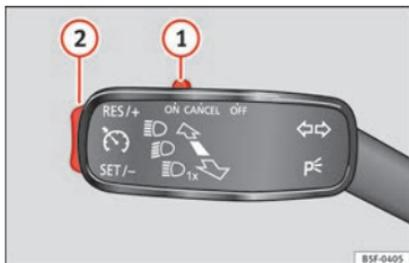

Fig. 182 Alavanca das luzes indicadoras de mudança de direção e dos máximos: comando e botão basculante para o regulador de velocidade.
• Desloque o comando » **Fig. 182** **1** para esquerda até à posição ON.
• Quando atingir a velocidade que se pretende memorizar, pressione brevemente a parte inferior do botão basculante SET/- » **Fig. 182** **A** uma vez.
• Pressione a parte superior do botão basculante RES/+ » **Fig. 182** **A** para aumentar a velocidade. Enquanto o botão basculante estiver a ser pressionado, o veículo é acelerado. Soltando o botão basculante, fica memorizada a nova velocidade.
• Pressione a parte inferior do botão basculante **SET-** » Fig. 182 ② para diminuir a velocidade. Enquanto o botão basculante estiver a ser pressionado, o veículo perde velocidade através de desaceleração automática. Soltando o botão basculante, fica memorizada a nova velocidade.
Se se reduzir a velocidade com o pedal do travão, desliga-se o regulador de velocidade. Se quiser ativar novamente o regulador, basta pressionar uma vez a parte superior do botão basculante **RES+** » Fig. 182 ②.
- quando se desloca o comando ① na direção de **OFF** sem chegar a encaixar.
Para recuperar o regulador, levante o pé do pedal do travão ou da embraiagem, ou reduza a velocidade abaixo dos 180 km/h (112 mph) e pressione uma vez a parte superior do botão basculante **RES+** » Fig. 182 ②.
O sistema é totalmente desativado deslocando o comando » Fig. 182 ① para a direita até ao máximo (OFF encaixado), ou com o veículo parado, desligando a ignição.